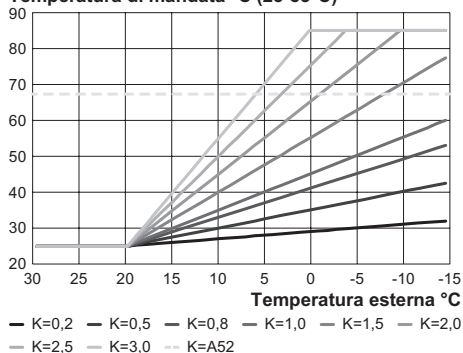
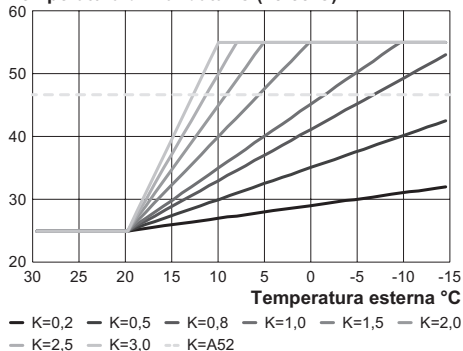
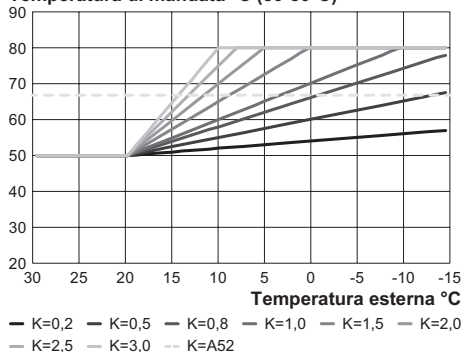

Figura 5.28
Figura 5.29
Figura 5.30
Con temperatura di regolazione riscaldamento **25-85°C** (Figura 5.28) (preimpostata di fabbrica) o con temperatura di regolazione **25-55°C** (Figura 5.29) o con temperatura di regolazione **50-80°C** (Figura 5.30) (vedere "Selezione del set temperatura riscaldamento" a pag. 53).
- Utilizzando i tasti 15 o 16 è possibile modificare il valore del parametro P08 da un minimo di **1,0** ad un massimo di **3,0** in base alla curva scelta del coefficiente K in Figura 5.29 (il valore letto sul display corrisponde a valori decimali di coefficienti K).